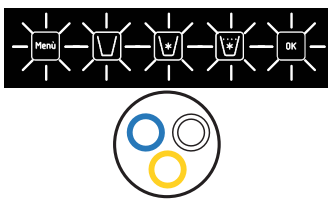

Fig. 1-01
- 30.3** - Assicurarsi che tutti i pulsanti dell'apparecchio lampeggino e che le luci del rubinetto siano accese, vedi Fig. 1-01.